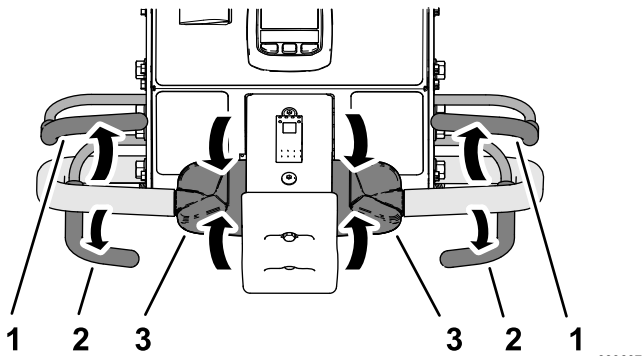

Bild 86
1. Wenn Sie während des Aerifizierens den Aerifizierbügel los (Bild 86), um den Aerifizierkopf anzuheben, siehe Anheben des Aerifizierkopfs \(Seite 47\).